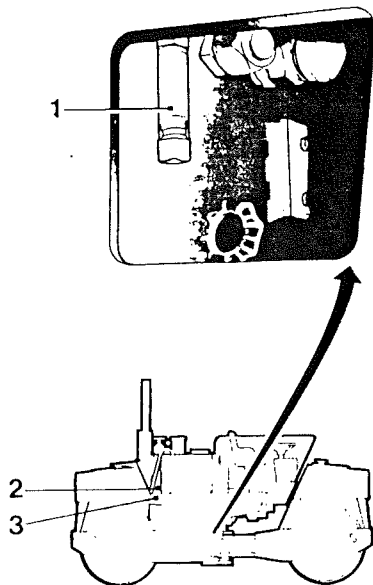

Fig. 3a Depósito hidráulico
Al efectuar el llenado - quitar la cubierta de ventilación (2) levantar luego la tapa (3) el tapón de llenado quedará visible, (fig. 3a).